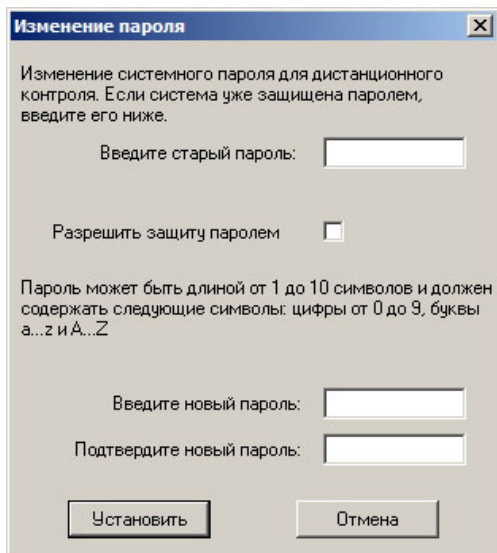

Рисунок 6 – Окно установки / настройки параметров парольной защиты
- если система уже имеет паролевую защиту, то в появившемся диалоговом окне (рисунок 6) ввести в поле «Введите старый пароль» старый пароль;